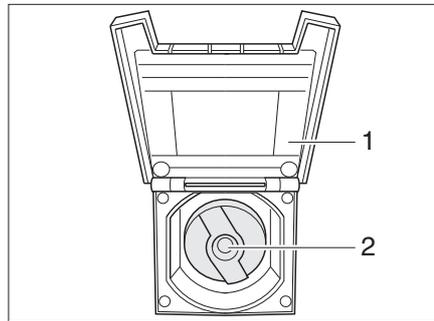

Fig. 135 Couvercle de fermeture pour bec de remplissage d'eau potable
- Ouvrir le clapet de fermeture (Fig. 135,1) vers le bec de remplissage d'eau potable.
- Insérer la clé dans le barillet (Fig. 135,2) et la tourner d'un quart de tour dans le sens inverse des aiguilles d'une montre.
- Fermer le clapet de fermeture (Fig. 135,1).
- Ouvrir le bec de remplissage d'eau potable (Fig. 135).